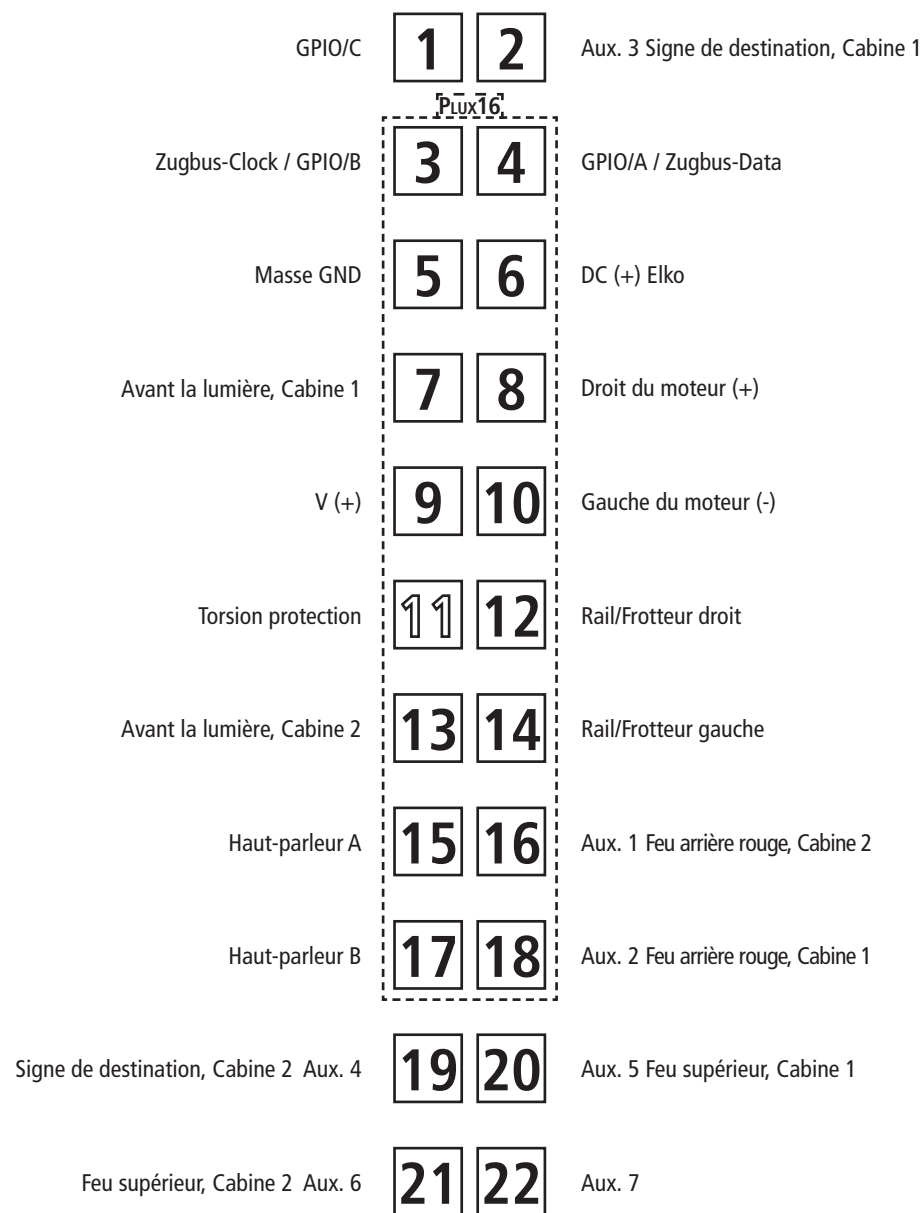

Fig. 6
1. Reinigung der Radstromkontakte: Radstromkontakte können auf unsauberen Schienen leicht verschmutzen. Entfernen Sie **vorsichtig** mit einem kleinen Pinsel **den Schmutz** an den in Fig. 6 gekennzeichneten Stellen.
1. Cleaning of wheel contacts: Wheel contacts easily get dirty on tracks which are not entirely clean. Use a small brush to **remove dirt** from spots marked in fig. 6.
1. Nettoyage des lames de courant aux roues: Les lames de contacts risquent de s'encrasser rapidement sur des voies poussiéreuses. Veuillez **enlever la poussière** aux endroits marqués à la fig. 6 à l'aide d'un petit pinceau souple.
voir } Fig.6